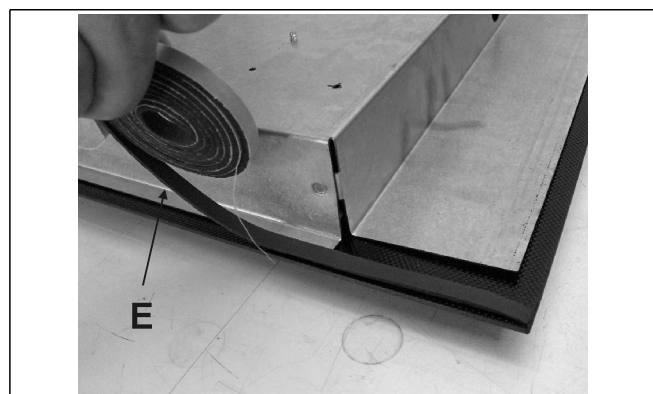

ABB. 9
- Das Kochfeld umdrehen und die klebende Seite der Dichtung "E" (Abb. 9) richtig unter dem Rand anbringen, so dass die Außenseite der Dichtung selbst perfekt mit dem Außenrand der Glasscheibe überein stimmt. Die Streifenenden müssen aneinander passen, ohne zu überlappen.